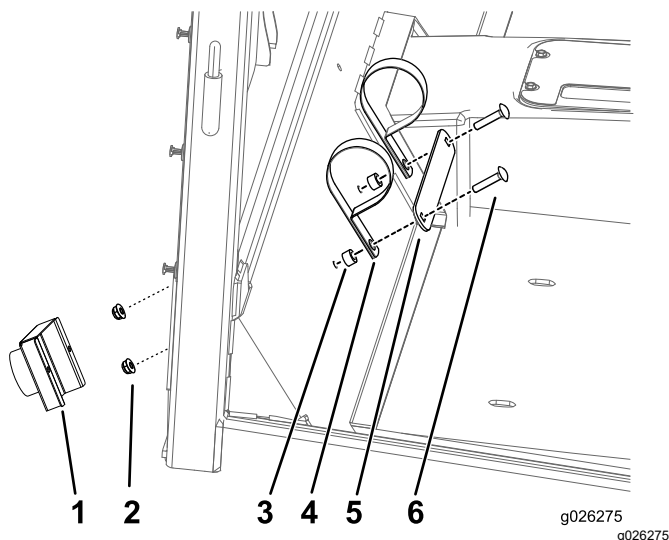

Figura 47
1. Instale el tubo del *Manual del operador* (Figura 47).